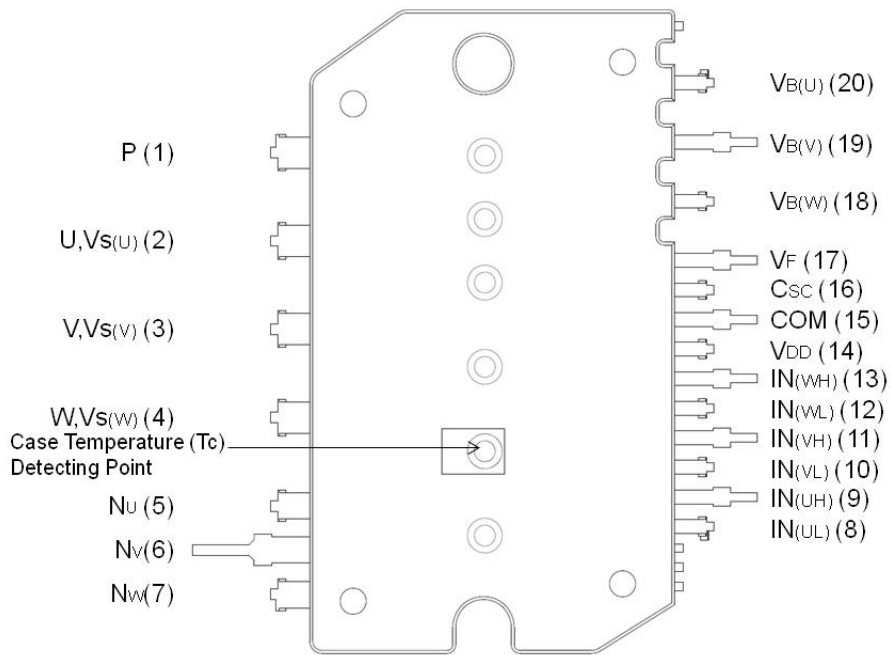

图 2. 俯视图
6. 关于壳体温度 ( $T_C$ ) 的测量点, 参见图 2。